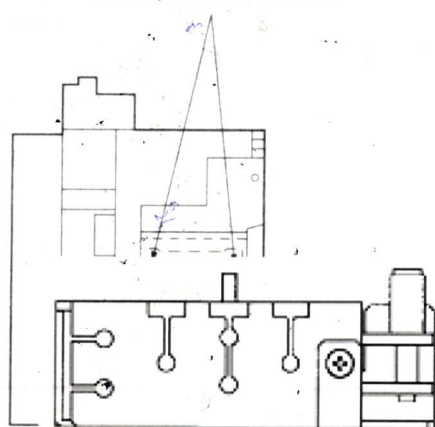

図 5-2 Fig.5-2
- (1) 遮断器右側フレームの六角穴付ボルトをはずしてください。(図 5-2 参照)
- (1) Remove the hexagonal screws on the right side frame. (See Fig.5-2)
- (2) ワイヤー取付後、MI ユニットの MI プレートに同梱の M6 ボルト、ばね座金を使って取付けてください。